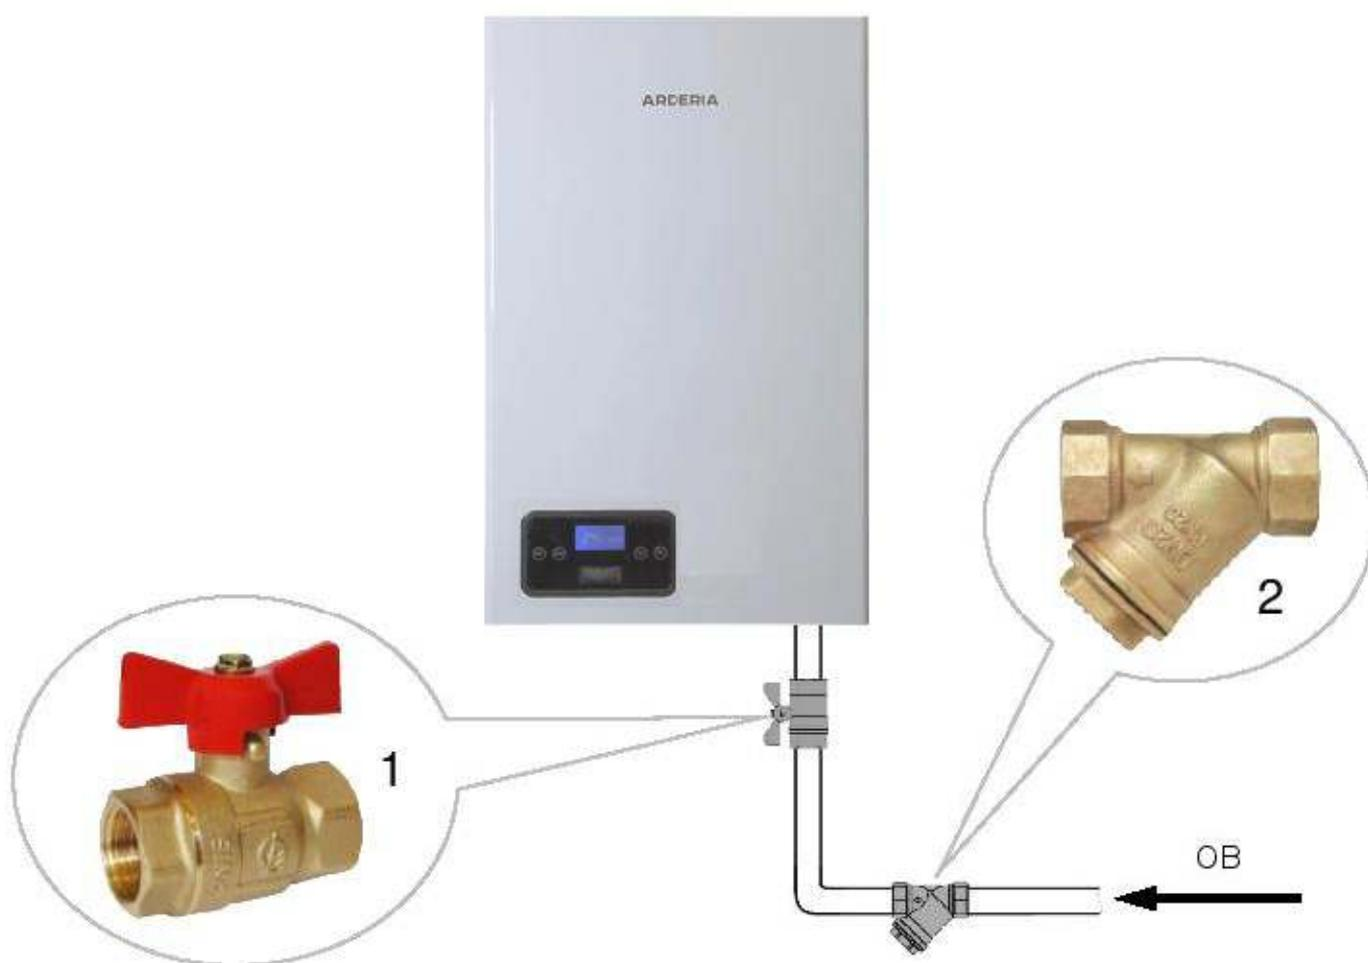

Рис. 19 Монтаж труб системы отопления
- Для осуществления ТО электродкотла, **рекомендуется** перед присоединительными патрубками котла установить запорные краны, которые **должны** быть расположены так, чтобы их поворотные ручки были доступны (См. Рис. 19).
- **Настоятельно рекомендуется** на обратном трубопроводе СО, на входе ОВ в электродкотёл установить кривой сетчатый фильтр для очистки ОВ от нежелательных примесей и отложений (См. Рис. 19). Рекомендуется устанавливать фильтр с сеткой (фильтрующим элементом), у которой размеры ячеек 300-500 микрон.